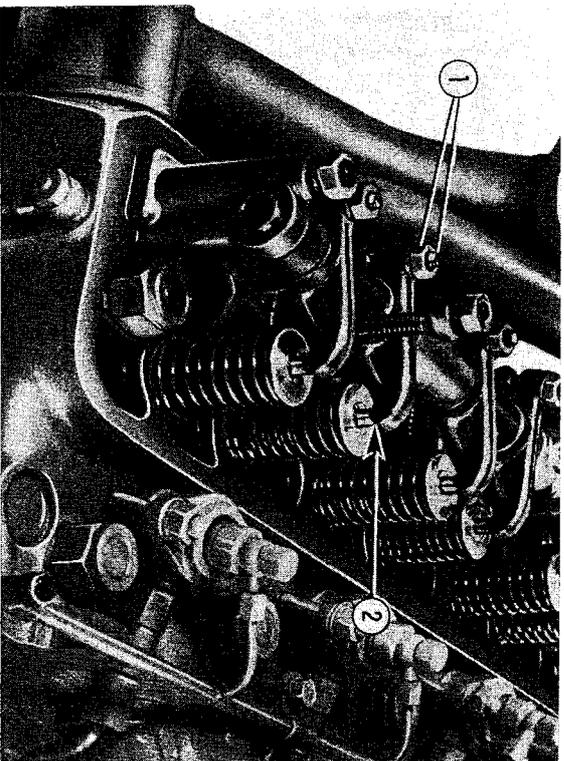
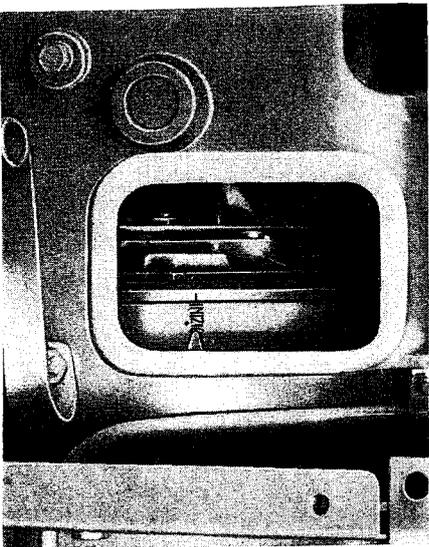

Fig. 26. - Registrazione del giuoco valvole.
Fig. 30. - Riferimento sul volano, indicante l'antidropo d'iniezione (21° prima del punto morto superiore).
Per la misurazione usare un calibro di lamiera d'acciaio dello spessore di 0,2 mm, sia per l'aspirazione che per lo scarico; l'eventuale regolazione del giuoco si compie mediante la vite di registro situata all'estremità di ciascun bilanciere (ved. fig. 26).
Adottando il sistema di «**traboccamento**» verificare che nell'istante di **inizio iniezione** dell'elemento n. 1 della pompa il riferimento **INIZIO INIEZ** del volano coincida come a fig. 30 altrimenti:
1. Ingranaggio comando pompa iniezione (vedi. 3 fig. 26) - 2. Albero comando pompa iniezione (albero cavo) - 3. Manicotto interno del giunto tra albero e pompa - 4. Pignone sull'albero della pompa - 6. Anello elastico d'arresto manicotto esterno - 7. Ingranaggi comando contatore.
— far ruotare leggermente il volano per far coincidere i segni di riferimento come a fig. 30;
- allentare le quattro viti (2, fig. 26) che fermano sull'ingranaggio comando pompa e ruotare leggermente il volano per portare il suo riferimento a coincidere con l'indice (fig. 30);